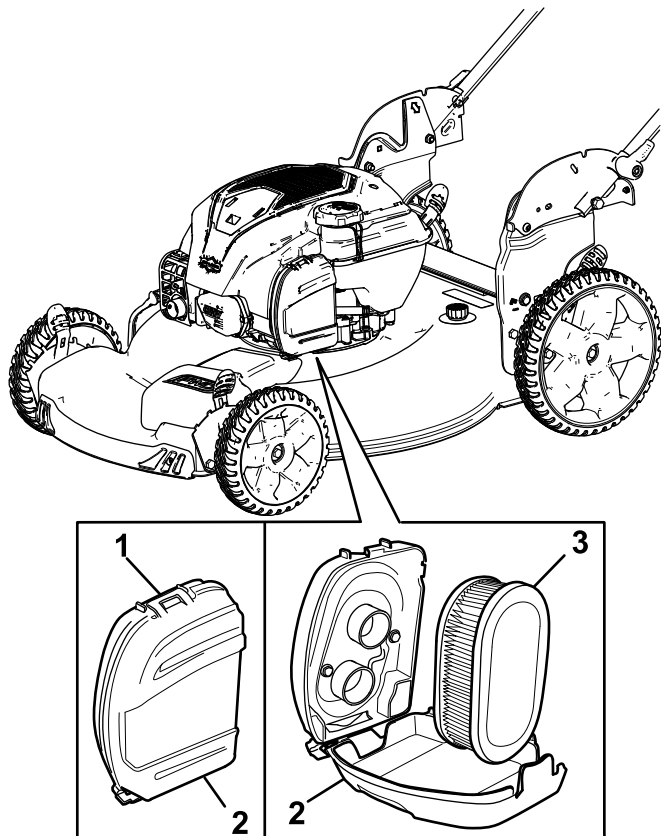

Figura 23
1. Sbloccate la parte superiore del coperchio del filtro dell'aria (Figura 23).
2. Rimuovete il filtro (Figura 23).